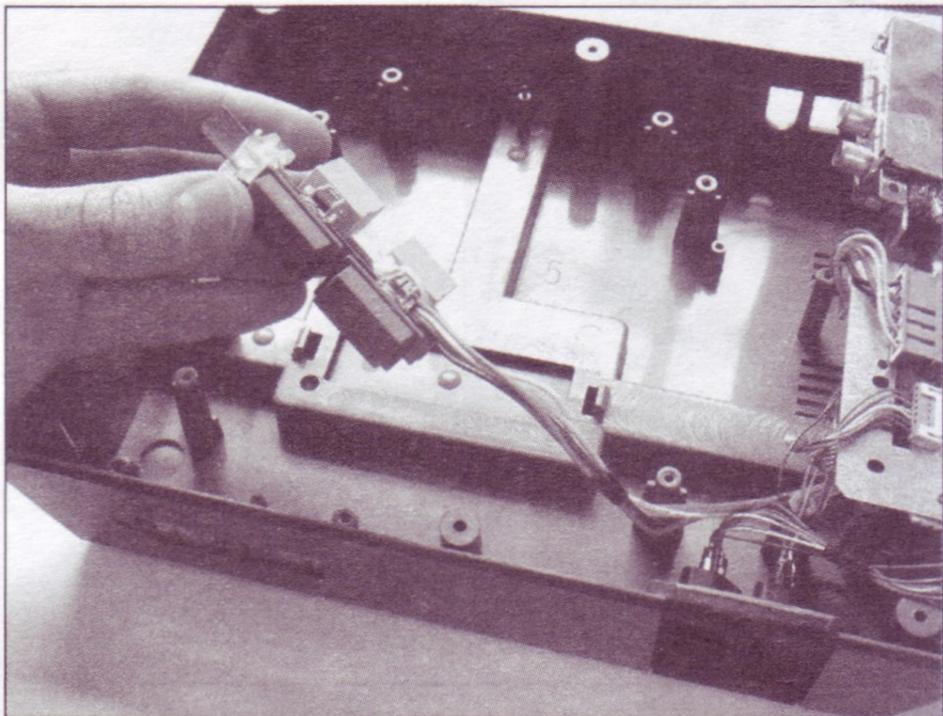

Figura 6.24 Rimozione della scheda circuiti dei tasti dal guscio del NES.
9. Una volta rimosse le due viti, sollevate la piccola scheda di circuiti e toglietela dal guscio (Figura 6.24). Questa operazione darà accesso alla parte superiore e inferiore della scheda.